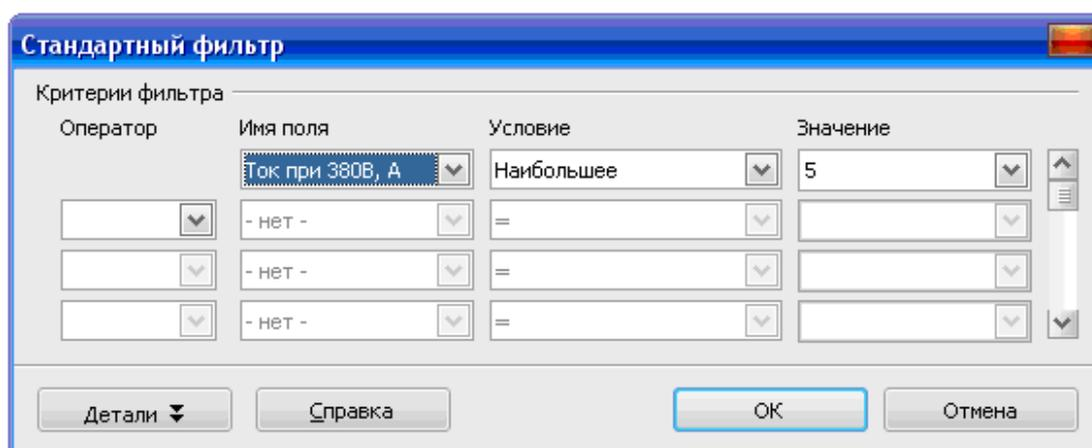

Рис. 7.9. Диалоговое окно **Стандартный фильтр** – задание условия
3. В открывшемся диалоговом окне (рис. 7.9) задать условие фильтрации данных. Щелкнуть по кнопке **Ок**.